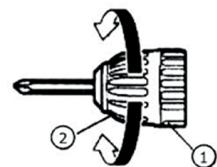

Рис. 3
1. Удерживая кольцо (1), ослабьте втулку (2), повернув ее влево (против часовой стрелки, если смотреть спереди), откройте патрон (см. Рис.3)
2. После вставки сверла в патрон, крепко возьмитесь за кольцо (1) и затяните втулку (2), повернув ее вправо (по часовой стрелке, если смотреть спереди).